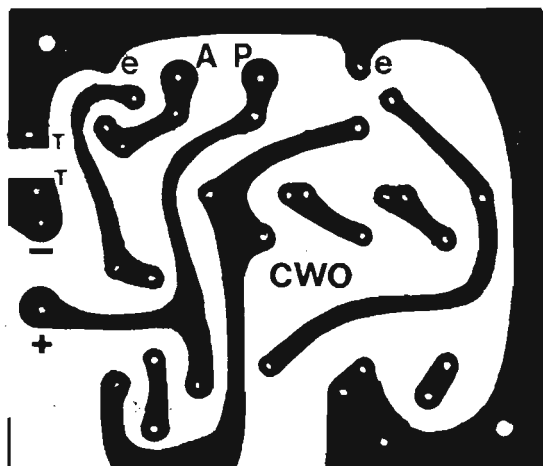

Fig. 4 - Disegno del circuito stampato riprodotto dal lato rame e in grandezza naturale. Questo circuito è contenuto nella scatola di montaggio.
Fig. 4 - Illustriamo con questo disegno la precisa disposizione degli elettrodi uscenti dal transistor unigiunzione UJT. L'elettrodo di emittore (E) trovasi in prossimità della tacca di riferimento presente sul corpo del semiconduttore. Anche la base 2 (B2) trovasi in prossimità della tacca di riferimento, ma dalla parte opposta a quella dell'emittore.